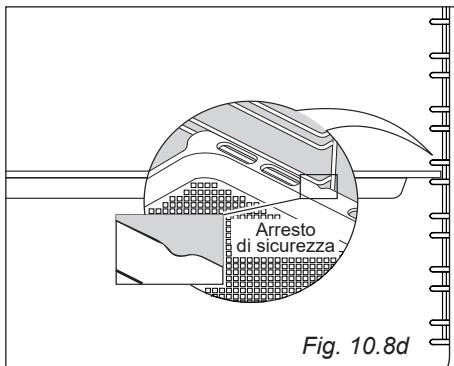

Fig. 10.8d
**Modelli con leccarda Air Fry:** La leccarda Air Fry va montata in modo che l'arresto di sicurezza, che ne evita l'estrazione accidentale, sia rivolto verso l'interno del forno (fig. 10.8d).